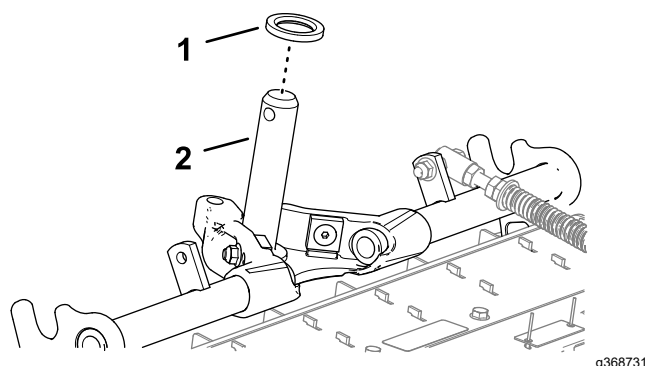

Figura 13
- Asegúrese de que la arandela de empuje biselada está introducida sobre el eje del bastidor de tiro (Figura 13).